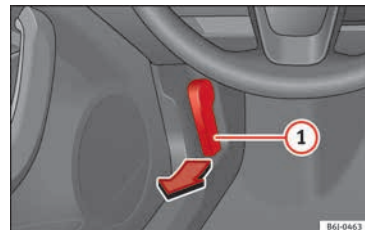

Abb. 6 Siehe Einbauort auf Seite 7-8
- Motorraumklappe öffnen: Ziehen Sie an dem Hebel unterhalb der Instrumententafel »» **Abb. 6** ①.